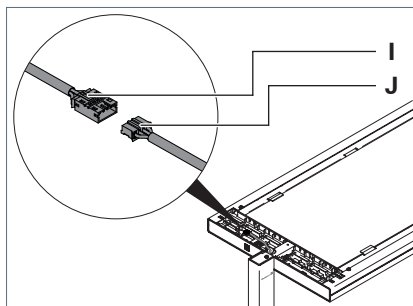

Fig. 4: Collegare la testa dell'apparecchio, parte 1.
- Collegare il portaconnettore a listello **J** con la morsettiera a perno **I** nella testa dell'apparecchio, vedi Fig. 4.